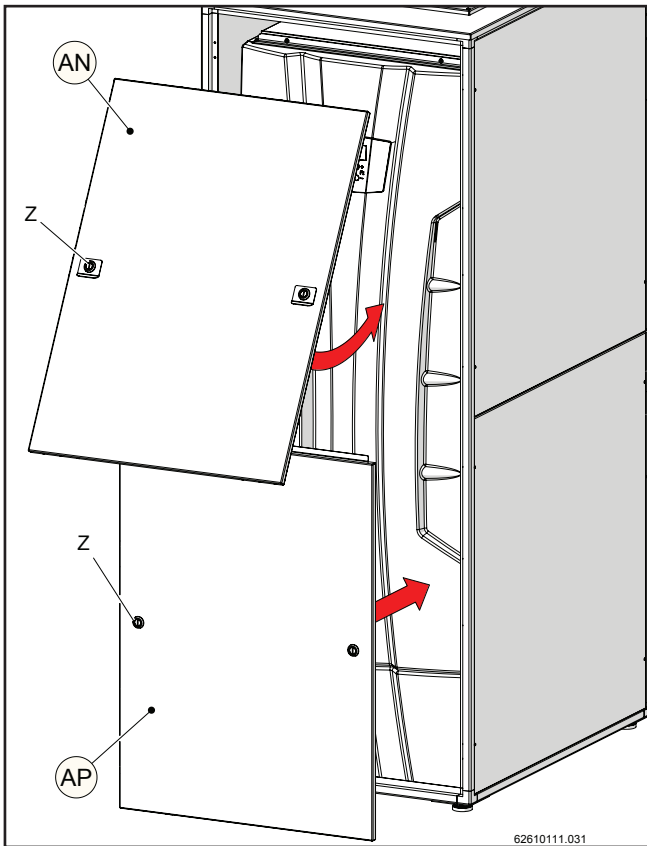
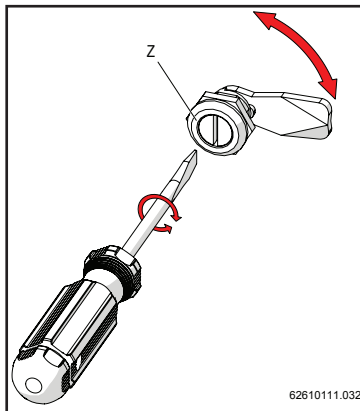

Figure 13-67
Figure 13-69
- 17.- Appliquer les couvertures frontales (AP) (en premier) et (AN) (ensuite), comme indiqué sur la figure 13-67 et 13-68. Fixer celles-ci aux structures en agissant sur les serrures « Z » à l'aide d'un tournevis plat (figure 13-69).